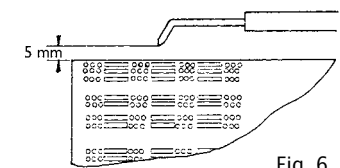

Fig. 6
- Kontroller tennelektrodens posisjon (Fig 6).